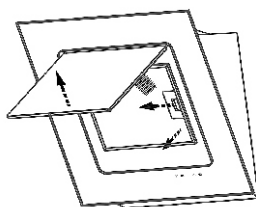

рис. 4
8.3 Для очистки алюминиевого фильтра извлеките его из вытяжки (рис.4). Произведите очистку фильтра с помощью щетки горячим водным раствором нейтрального моющего средства вручную или в посудомоечной машине (при 60°C). Сильно загрязненный фильтр не следует мыть в посудомоечной машине вместе с посудой. Старайтесь не сгибать фильтр при мойке. Возможное изменение цвета фильтра, с течением времени, не приводит к снижению эффективности его действия.
Чтобы снять алюминиевый фильтр, нажмите на пружинный замок фильтра и потяните его на себя (рис. 4).
6.1.2 Перед установкой кухонной вытяжки снимите алюминиевый фильтр (рис. 4). Предварительно откroyте стеклянную откидную панель:
- потяните за нижний край откидной панели, как показано на (рис. 4) и откroyте ее;